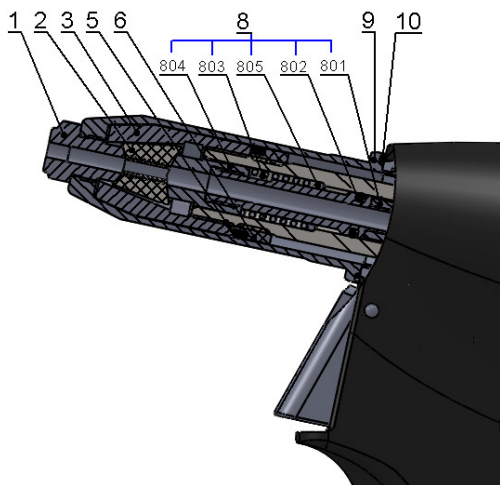
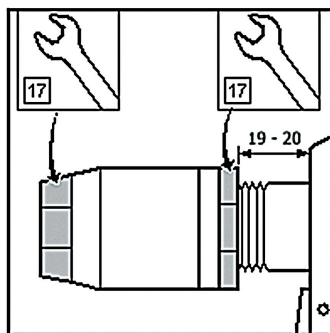

Abb.2
Abb.3
Trennen Sie das Werkzeug von der Druckluftquelle, schrauben Sie das vordere verstellbare Frontdüse /Abb.2 - Pos.9/ mit einem Schraubenschlüssel Nr. 23 ab, setzen Sie den Schlüssel Nr. 17 (15) auf die Spannhülse /Abb.2 - Pos.3/ und den Schlüssel Nr. 17 auf die HP - Mutter /Abb.2 - Pos.6/ und lösen Sie diese. Schrauben Sie die Spannhülse ab und tauschen Sie die Spannbacksätze / Abb.2 - Pos.2/ und den Komplettes Saugleitung /Abb.2 - Pos.8/ aus. Alle verwendeten Gewinde sind Rechtsgewinde. Reinigen Sie die demontierten Teile gründlich und unterziehen Sie diese und insbesondere die folgenden Teile einer Sichtprüfung:
- 1) Spannbacksätze /Abb.2 - Pos.2/ - Abgenutzte oder beschädigte Teile müssen ausgetauscht werden. Reinigen Sie verschmutzte Teile mit einer Drahtbürste.
- 2) Mundstück /Abb.2 - Pos.1/ - Überprüfen Sie die Funktionsflächen des Reduzierstücks auf Verschleiß.
- 3) Komplette Saugleitung /Abb.2 - Pos.8/ - Abgenutzte oder beschädigte Teile müssen ausgetauscht werden /Abb.2 - Pos.801, Pos.802, Pos.803, Pos.804 und Pos.805/.
- 4) Verstellbare Frontdüse /Abb.2-Pos.9/ - Überprüfen Sie die Innenfläche auf Beschädigungen (Ø 18).
- 5) Abstreifring /Abb.2 - Pos.5/ - Ersetzen des Rings durch einen neuen Abstreifring, sofern dieser beschädigt oder abgenutzt ist.
Montieren Sie die Teile in umgekehrter Reihenfolge (siehe Teile-Demontage). Geben Sie einen Tropfen Schmieröl (wir empfehlen das Hydrauliköl HYSPIN AWHM 32 CASTROL) auf die Außenfläche der Spannbacksätze /Abb.2 - Pos.2/. Geben Sie eine dünne Schicht Plastik - Schmierstoff MOGUL LV 2-3 auf die Saugleitung und den O-Ring /Abb.2 - Pos. 801 und Pos.802/. Die Grundeinstellung der Spannbacken erfolgt wie in Abb. 3 dargestellt.